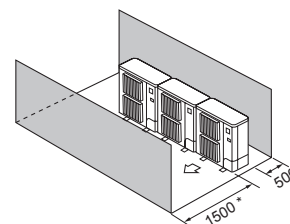

Fig. 2-16
- ④ Solo ostacoli anteriori e posteriori (Fig. 2-16)